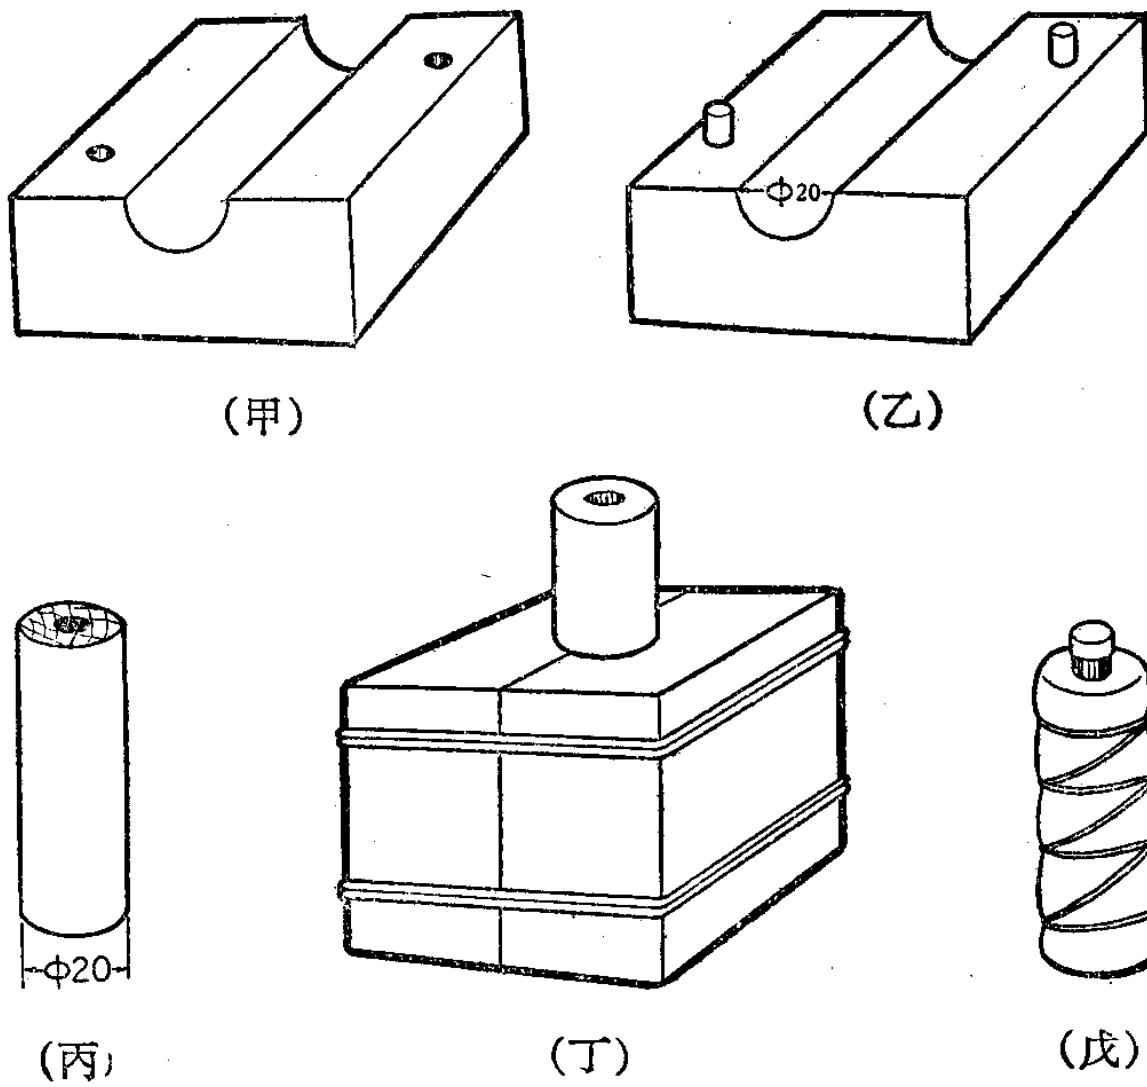

图 5-4
2. 做錳粉柱：先用木块按图 5-4 的式样做三个模子，甲乙两半合攏拼成一个整体，外面用鐵絲分上下扎牢，防止松开。从废干电池中拆
出一根完整的碳棒，插入拼合的模子中間。以 45% 的錳粉、32% 的石墨或木炭粉、10% 氯化銨、2% 烟黑、11% 的蒸餾水混和，填入模子中，不要太多，把图 5-4(丙)的那根木棒插进去，碳棒正好在中間孔里，用锤敲打，如图 5-4(丁)，敲得越结实越好，直到填满为止。最后把木模外围扎的铁丝拆开，取出锰粉柱。为了防止它松散掉，在外面包一两层洗干净的布，用线扎牢，如图 5-4(戊)。